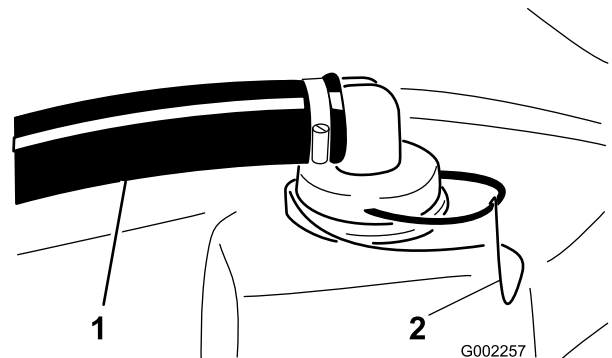

Bild 54
2. Nehmen Sie die Halterung vom roten Anschlussstück ab, an das der dicke Schlauch oben am Behälter angeschlossen ist (Bild 54).
3. Schließen Sie den Schlauch vom Behälter ab (Bild 54).